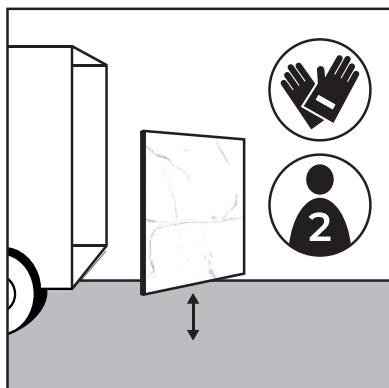

Figure 1
2. Porter les panneaux Wall Impression en pièces détachées à l'aide de deux personnes (Figure 1).